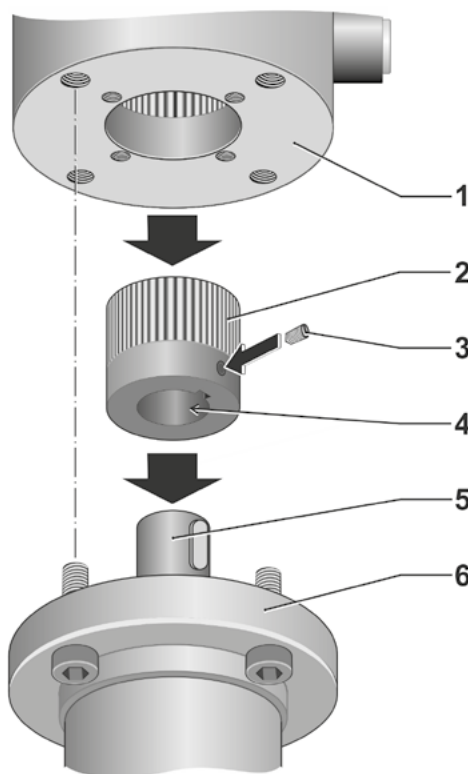

Bild 1: Montering med koppling
3. Placera vriddonet (bild 1, pos. 1) på armaturen (pos. 6):